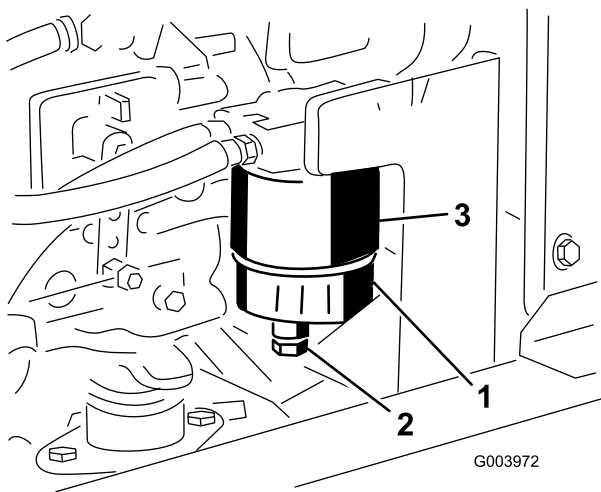

Bild 63
Lassen Sie Wasser und andere Verunreinigungen täglich aus dem Wasserabscheider ab (Bild 63).
Wechseln Sie die Filterglocke (Bild 63) alle 400 Betriebsstunden aus.
1. Reinigen Sie den Anbaubereich der Filterglocke (Bild 63).